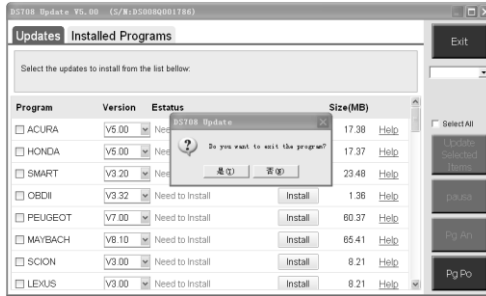

Figura 2.8: Salir del programa de actualización
- NOTA:** Por favor, utilice Sistema/Ayuda > la función Acerca de para averiguar el N° de serie del producto y contraseña de registro. Para obtener más información, consulte la sección 5.11. O, usted podrá encontrar la información en el pop-up de inscripción (Figura 2.8).